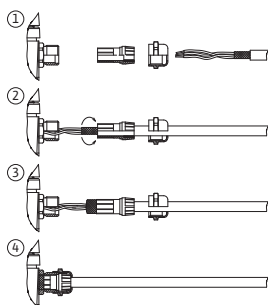

Fig. 25: Plašč
Plašč se s kabelskim skoznjikom priključi na elektronski modul. Glejte Fig. 25.
Kabli digitalnih vhodov, analognih vhodov in komunikacije po vodilu morajo biti zaščiteni prek kovinske kabelske uvodnice kabelskih skoznjkov (Fig. 19, poz. 4, 5 in 6). Zaščitni zaslon glejte Fig. 25.
1. Kavlje (Fig. 25) previdno odprite z orodjem (npr. izvijačem).